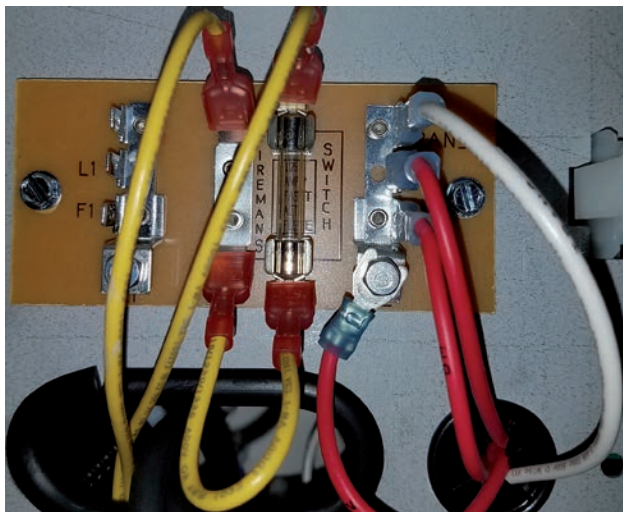

Figura 31.
3. Localice el cable del **arrancador del interruptor de bombero**; retire el cable. Vea la figura 31 a continuación.
4. Conecte los **cables de contacto en seco del control remoto**. Vea la figura 31 a continuación.
**TEMPORIZADOR/INTERRUPTOR DE BOMBERO (vea la Figura 31 más arriba):**